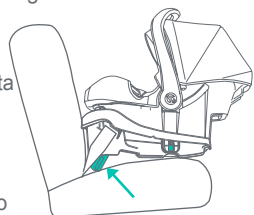

Fig. 51-4
- Si el nivel de burbuja del indicador de ángulo de la silla (4-22 lb) no está centrado, o la línea de nivel (23-30 lb) no está paralela al suelo, extienda el pie de elevación, **Vea la sección 7.5 Para implementar el pie de elevación**, debajo de la parte delantera de la base en el extremo inferior, para lograr la posición correcta (Fig. 51-4). Si no se puede lograr la elevación correcta, consulte la sección 7.5 Ayudas para la elevación. Vuelva a apretar el cinturón de seguridad del vehículo como se indica en la sección **Cómo asegurar la Silla de Seguridad o la base en el vehículo**.